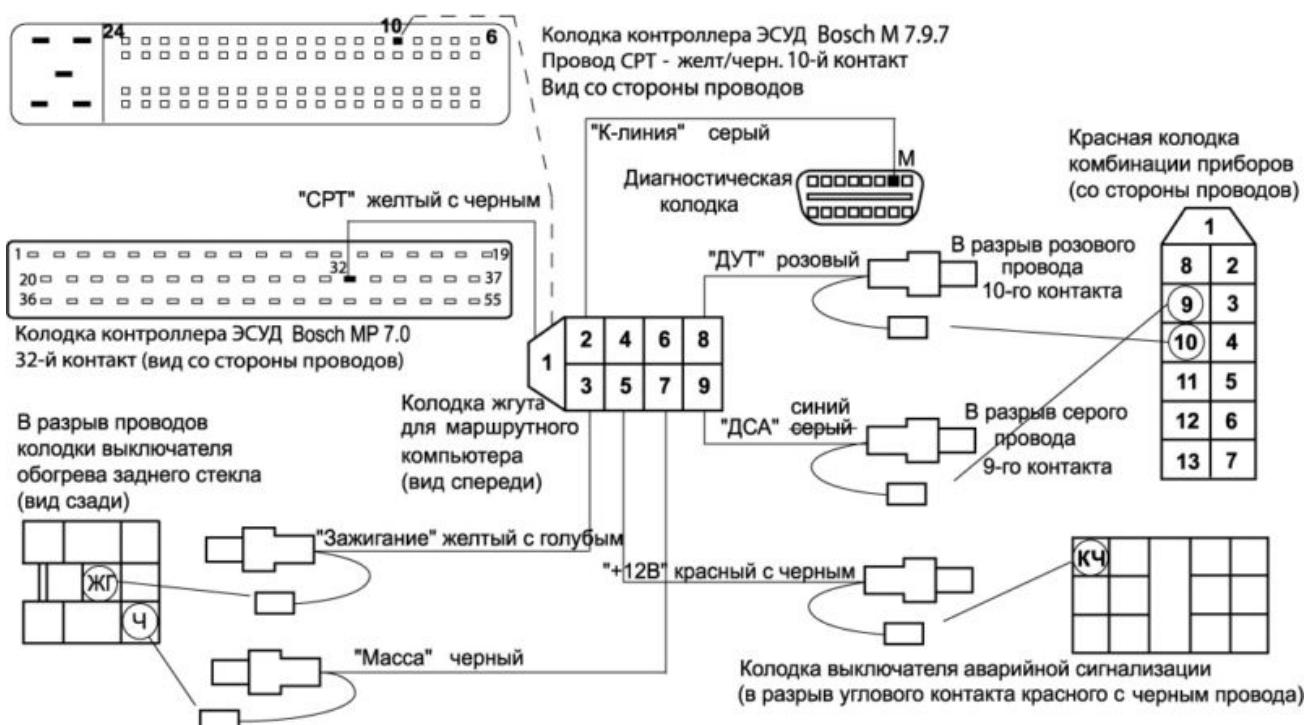

Рис.1 Подключение БК
3. Подключите жгут проводов БК (прилагается в комплекте) в соответствии с рис.1 согласно существующей технической документации на электрооборудование автомобиля:
- Для контроллера Bosch M7.9.7 подключение провода СРТ производится к 10 контакту колодки (рис.1).**